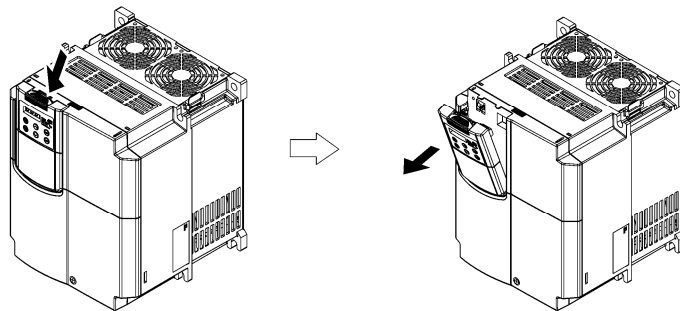
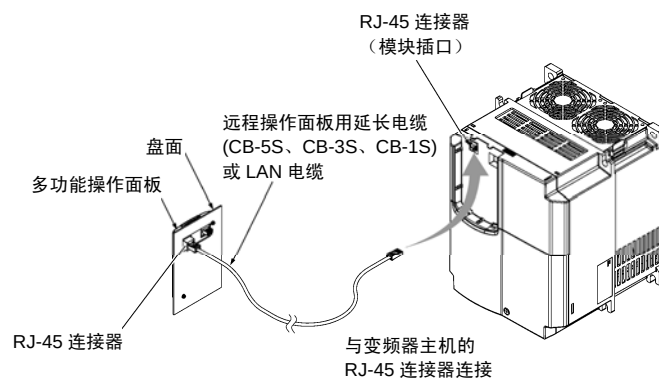

图 2.4 远程操作面板的拆卸
图 2.8 与多功能操作面板、变频器主机连接延长电缆或市场上出售的 LAN 电缆
(3) 拆下安装在变频器主机上的远程操作面板 (参照图 2.4), 在多功能操作面板的 RJ-45 连接器与变频器主机的 RJ-45 连接器 (模块插口) 上连接远程操作用延长电缆 (CB-5S、CB-3S、CB-1S) 或市场上销售的 LAN 电缆 (直线)。(图 2.8)